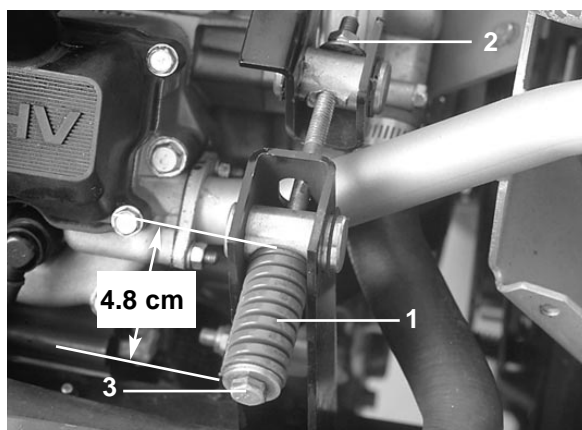
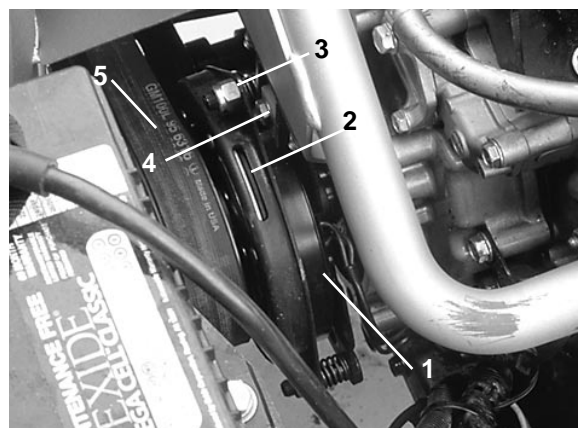

Bild 26
Bild 27
2. Die Klemmutter am Spanngestänge (Bild 26) lockern.
3. Die Riemenspannfeder (Bild 26) lösen.
4. Die ZWA-Riemenscheibe in Richtung Motor drehen, und den Riemen entfernen (Bild 27).
6. Die Klemmutter (Bild 27) festziehen, und die Motorhaube schließen.
2. Die Schraube und Mutter entfernen, mit denen der Nylonblock befestigt wird; dann den Nylonblock entfernen (Bild 27).
4. Den Luftabstand so einstellen, daß eine 0,38 mm Fühlerlehre mit leichtem Druck zwischen dem Kupplungsfutter und der Reibplatte (Bild 27) eingeführt werden kann. Der Abstand läßt sich durch Drehen der Einstellmutter im Uhrzeigersinn (Bild 26) reduzieren.